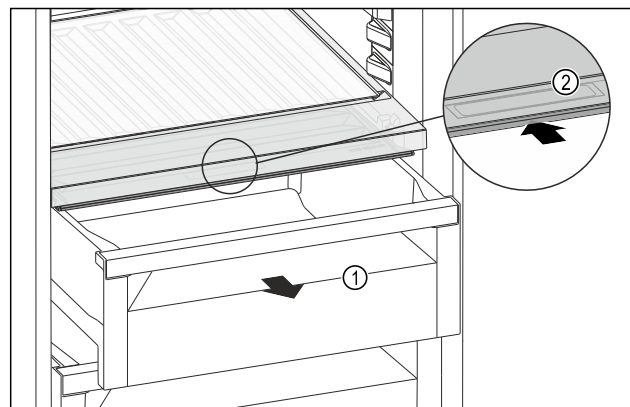

Fig. 187
- ▶ Izvucite ladicu Fig. 187 (1).
- ▶ Primite ručku Fig. 187 (2) na poklopcu pretinca i istodobno povucite poklopac pretinca prema natrag.